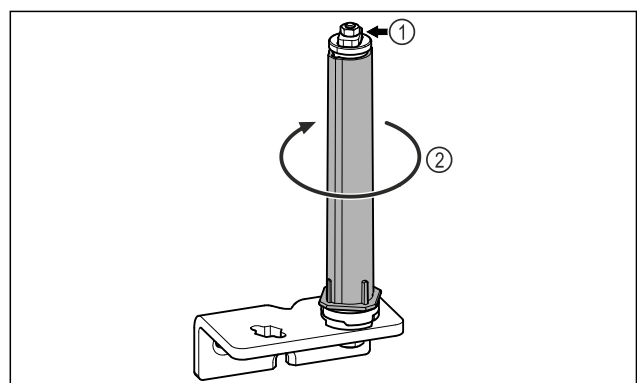

Fig. 18
- ▶ Ne pas démonter le système de fermeture de la porte Fig. 18 (1).
- ▶ Faire tourner le système de fermeture Fig. 18 (2) jusqu'à entendre un clic.